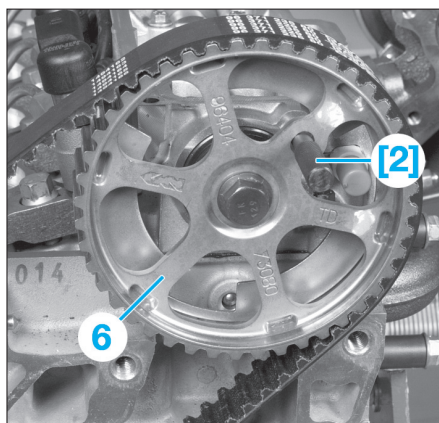

Fig. 7
- Tourner le vilebrequin dans le sens horaire à l'aide de la vis de poulie de vilebrequin (1), jusqu'à pouvoir introduire la pige de calage [2] dans la roue dentée d'arbre à cames (6) (Fig.7).